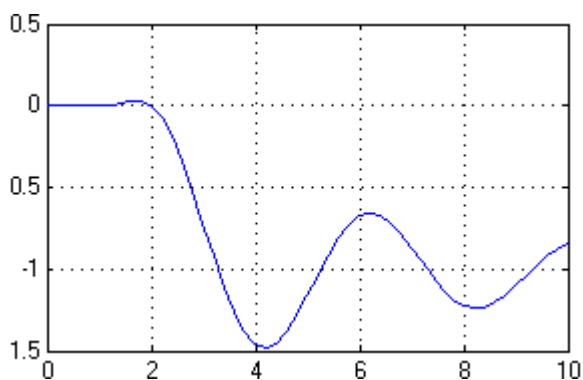

图 2-6 开环系统的阶跃响应曲线
(7)再进行仿真，即可得到如图 2-6 的开环系统阶跃响应曲线。